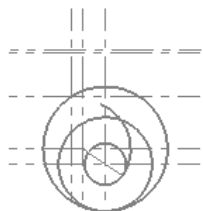

图 3.17.15 绘制圆弧
Step6. 绘制图 3.17.15 所示的圆弧。
(1) 定义绘图图层。在状态栏的 **层别** 按钮后的文本框中输入值 2，并按 Enter 键确认。
(2) 定义绘图线型。在 下拉列表中选择二个选项 .
(3) 绘制圆弧。
① 选择命令。选择下拉菜单 **绘图(C)** → **圆弧(A)** → **极坐标圆弧(P)...** 命令，系统弹出“极坐标画弧”工具栏。